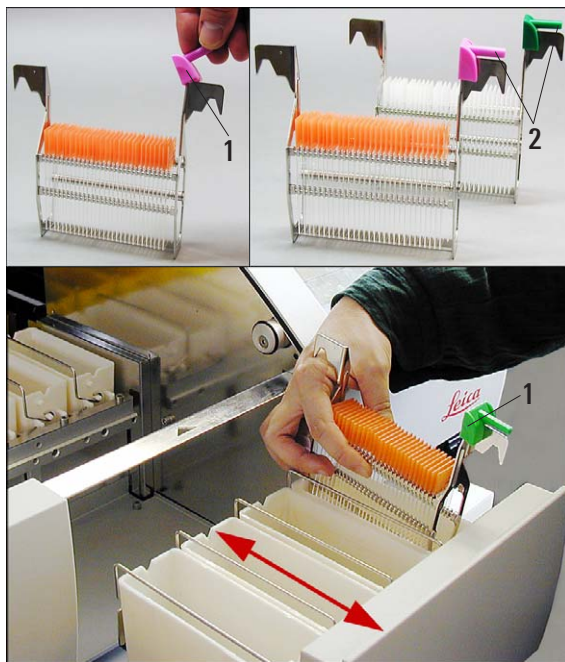

Abb. 66
- Schublade öffnen und Körbe wie in Abb. 66 gezeigt in eine Ladestation einsetzen. Dabei muss der Clip (1) nach außen (zum Benutzer hin) zeigen.